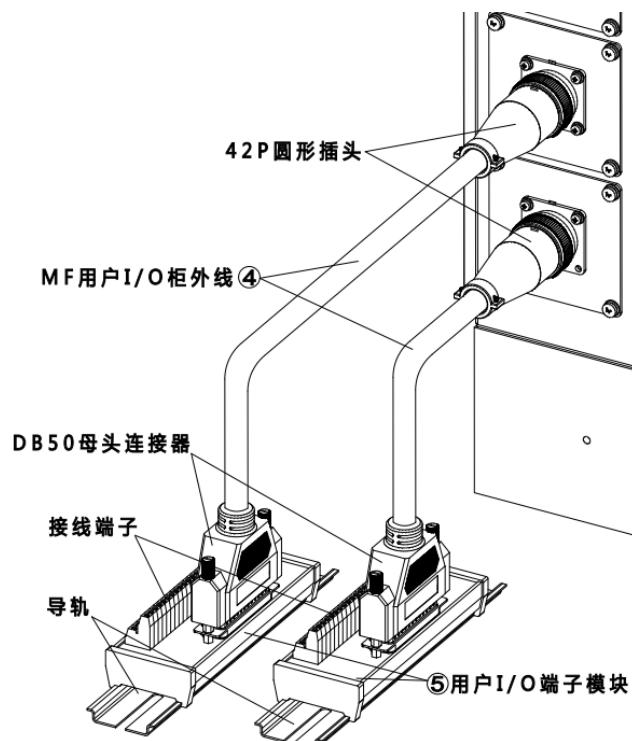

图 19-14 连接用户 I/O 端子模块
步骤4. 将④MF 用户 I/O 柜外线带有 42P 圆形插头的一端接在柜体上的 42P 方形法兰插座上，另一端的 DB50 母头连接器接在⑤用户 I/O 端子模块上的 DB50 公头插座上，⑤用户 I/O 端子模块根据客户实际需求通过导轨固定在合适的位置。用户可通过其上的接线端子使用 I/O 功能。两个⑤用户 I/O 端子模块分别为 DI 模块与 DO 模块，并无硬性区分要求，根据实际使用便捷程度区分，参考图 19-14。